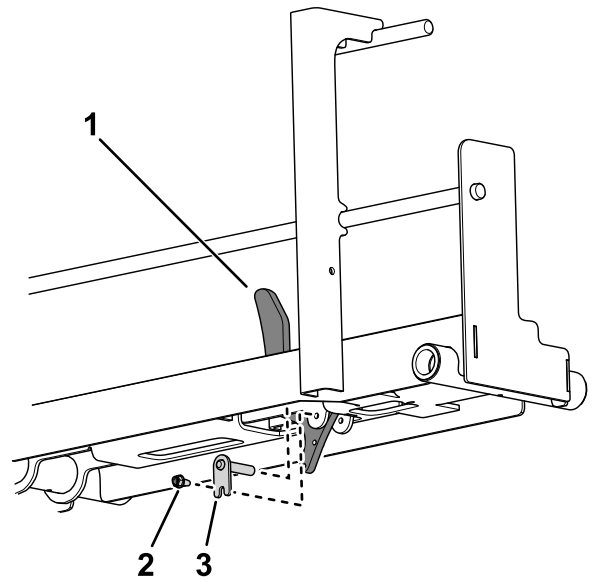

Bild 12
4. Befestigen Sie den Radanschlag mit einem Laschenstift und einer Sechskantschraube an der Rampenbaugruppe (**Bild 12**).